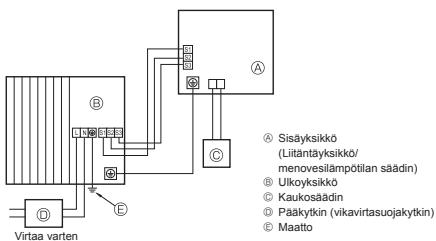
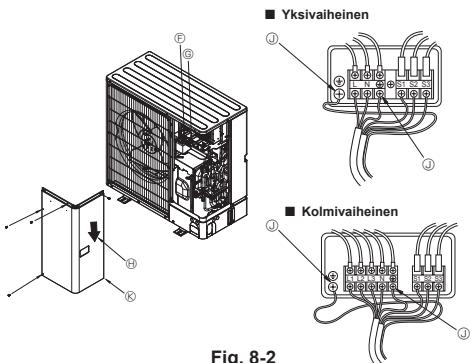

Fig. 8-1
Fig. 8-2
8.1. Ulkoysikkiö (Fig. 8-1, Fig. 8-2)
- ① Irrota huoltopaneeli.
- ② Asenna kaapeleit Fig. 8-1 ja 8-2 mukaisesti.